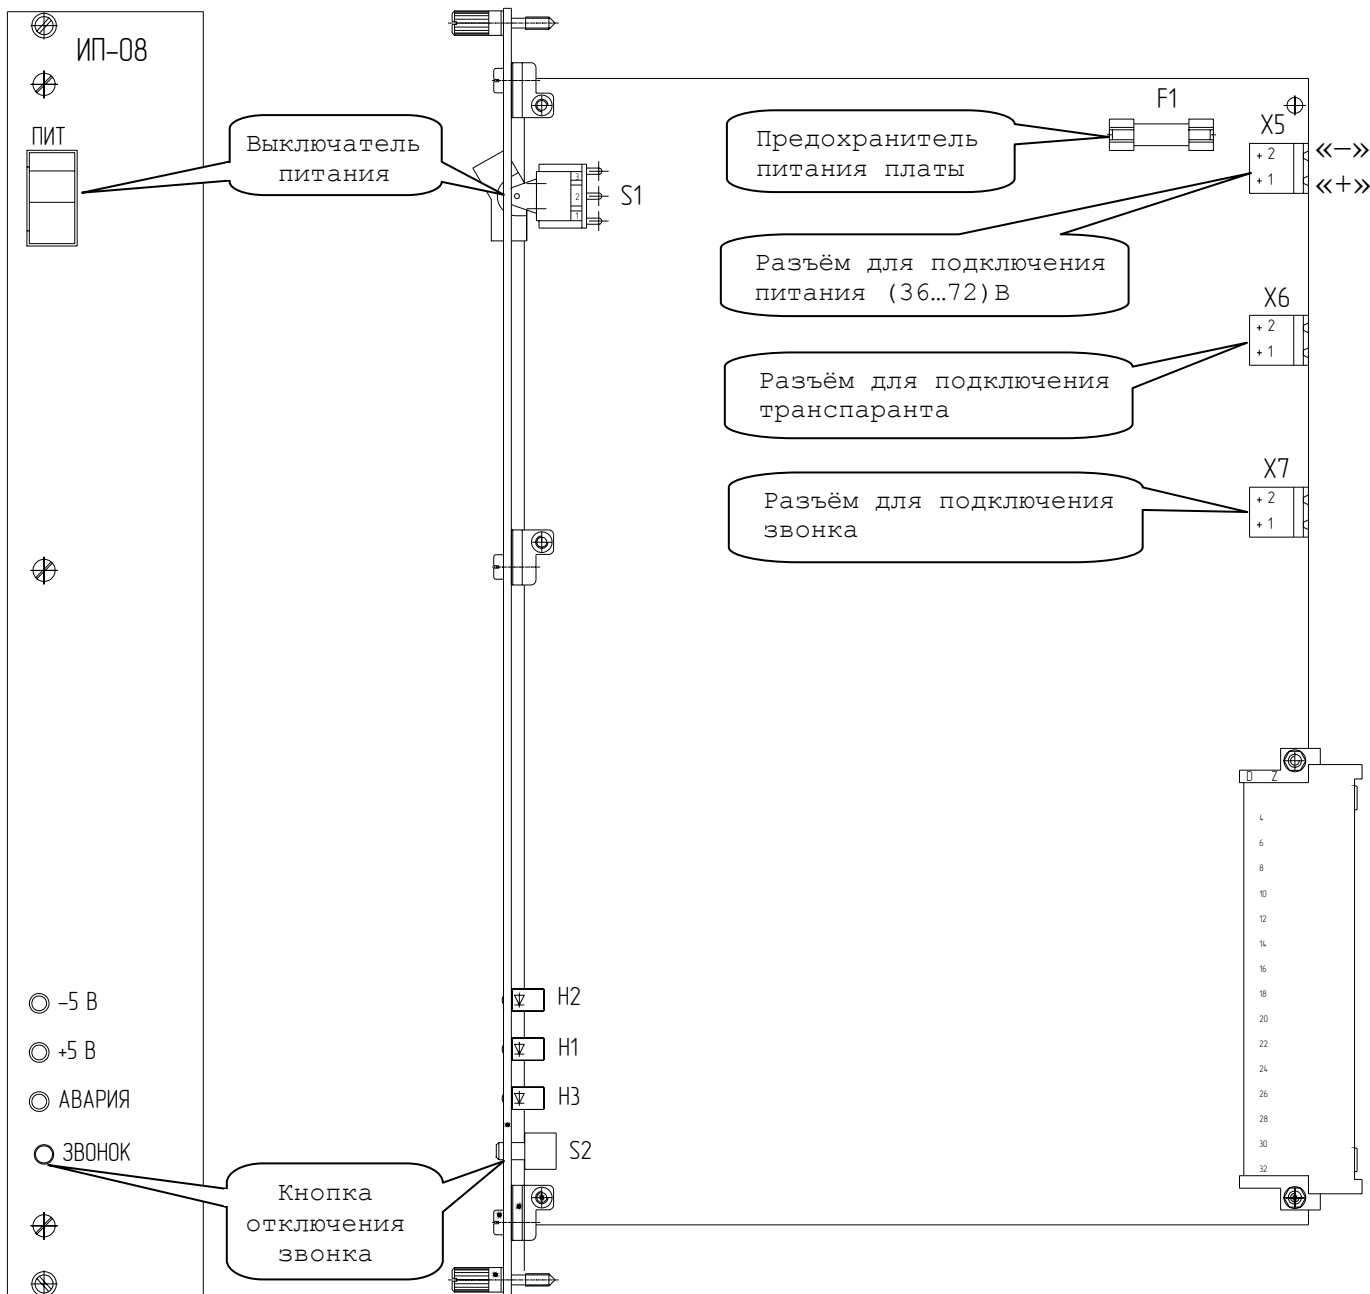

Рисунок 1 – Расположение элементов коммутации и индикации на плате ИП-08
3.1 На лицевой панели платы расположены (см. рис. 1):
3.2 На задней стороне платы расположены (см. рис. 1):
4.1.2 Подключите транспарант и звонок к разъёмам «X6» и «X7», расположенным на задней стороне платы (см. рис.1). Схема подключения показана на рисунке 2.